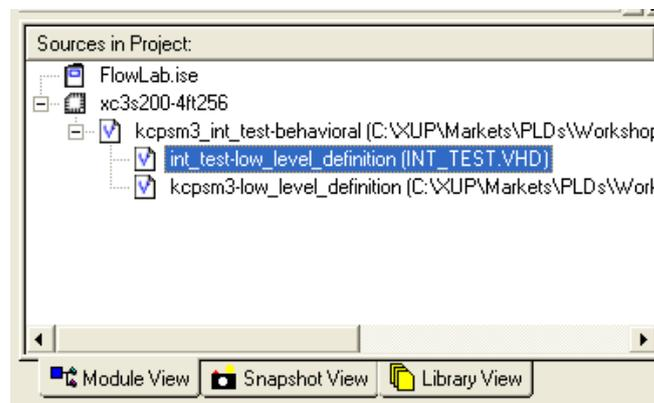

Рис. 13. Иерархия дизайна PicoBlaze контроллера
- 7 Нажмите **Open** и затем **ОК** для того чтобы добавить **INIT_TEST** как VHDL/Verilog Design File в проект (**Рис. 13**).